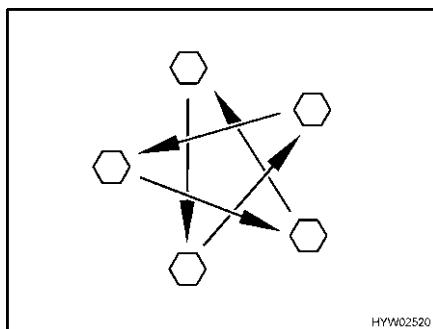

Fig. 120 Serrare a croce i dadi o i bulloni delle ruote
- Controllare regolarmente il serraggio dei dadi o dei bulloni. Regolare a croce (Fig. 120) il serraggio dei dadi o dei bulloni di una ruota sostituita dopo circa 50 km.
- ▷ Serrare a croce i dadi o i bulloni delle ruote (Fig. 120).